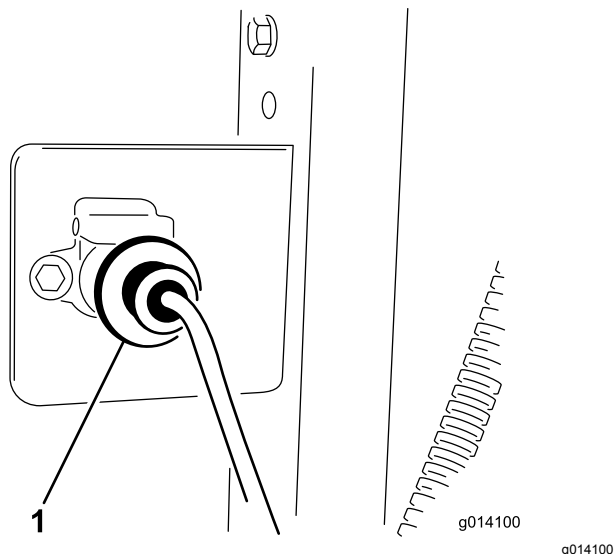

Рисунок 10
3. Прикрепите розетку жгута проводов к кронштейну с помощью двух болтов (1/4 x 1 дюйм) и гаек (Рисунок 10).
5. Подсоедините жгут проводов базового модуля к жгуту проводов буксирной машины (Рисунок 10). Разъем расположен между гидравлическими шлангами, подсоединенными к буксирной машине.